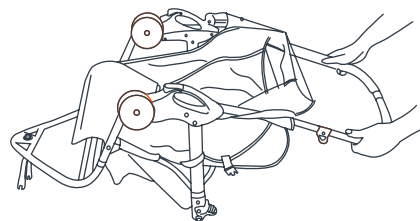

Fig. 1
**1)** Appuyez la poussette vers l'arrière de manière à ce qu'elle repose sur l'essieu arrière et la poignée et que les fourches avant pointent vers le haut (Fig. 1).